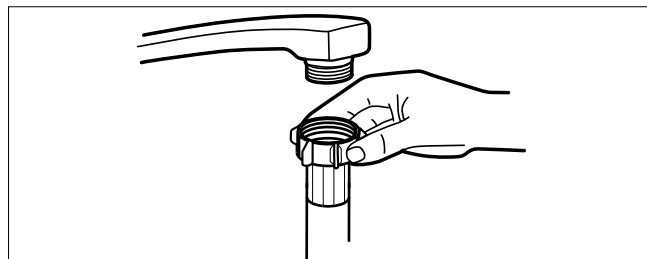

Abb. 5 – Wasserschlauch anschließen
- ▶ Schließen Sie den Wasserzulaufschlauch (25) an einen Kaltwasserhahn mit 3/4" Gewinde an (siehe **Abb. 5**).